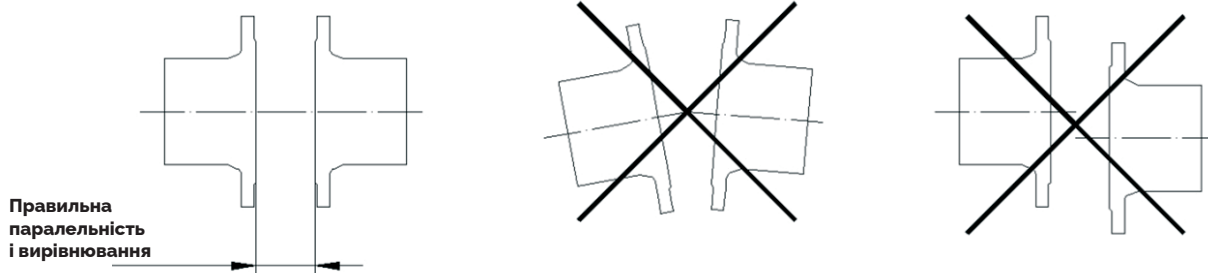

Fig. 4
Особливу увагу слід приділяти дотриманню правильної відстані (зазору) між фланцями та їх правильному вирівнюванню і паралельності (рис. 4). Неправильне положення або встановлення фланців може призвести до деформації корпусу клапана, що може спричинити труднощі під час експлуатації.
- Коли клапан має противагу, ви можете встановити клапан в будь-якому з положень, зазначених на **рис. 4**, але противага завжди має повертатися $+45^\circ$ до -45° до горизонтальної площини. Якщо є потреба іншої позиції, це варто вказувати Виробнику заздалегідь